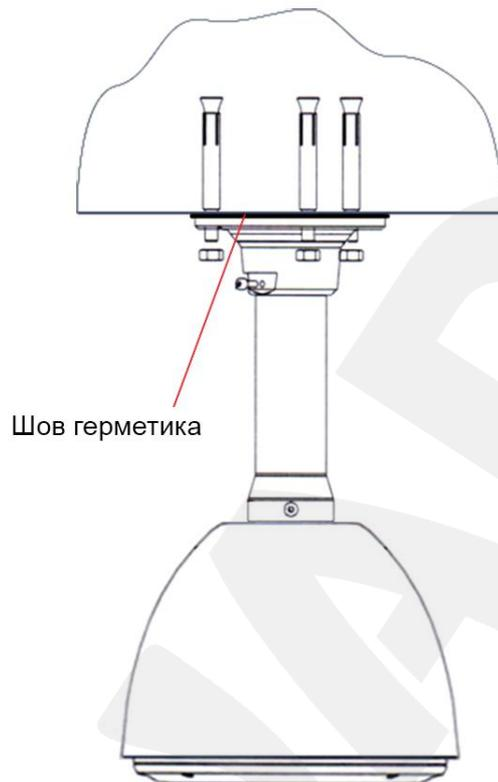

Рис. 4.5
**Шаг 3:** прикрепите кронштейн с защитным кожухом к потолку, обеспечив плотное прилегание, и загерметизируйте место крепления герметиком (Рис. 4.5).